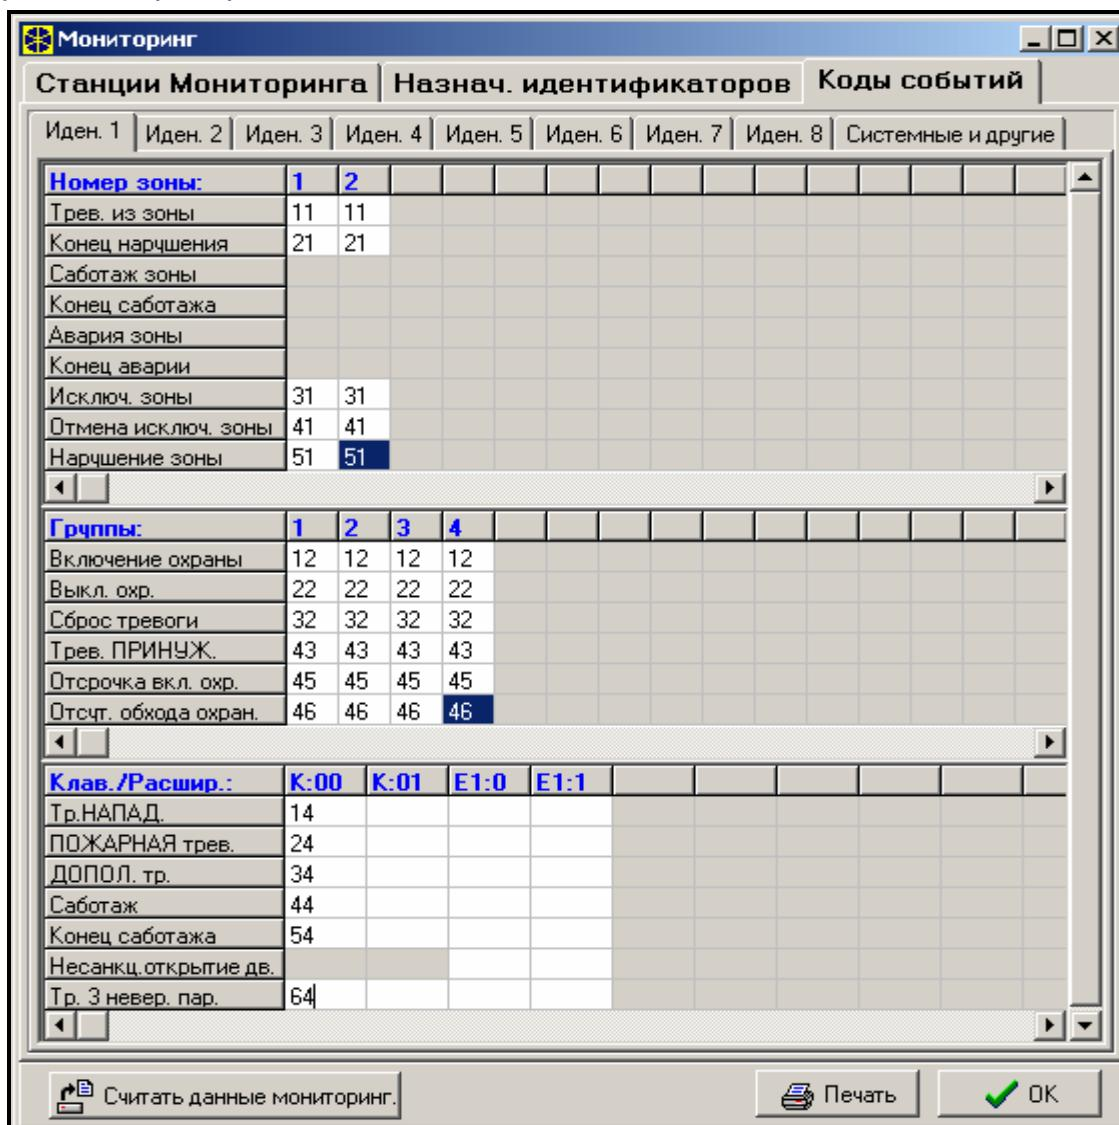

Рис. 18. Программирование кодов мониторинга для импульсных форматов.
Коды событий программируются после распределения. Программа DLOADX (и соответствующие сервисные функции) отображает все, назначенные данному идентификатору события, что упрощает процесс правильного программирования кодов (в окне событий идентификатора появляются поля под коды только тех событий, извещение о которых будет передаваться вместе с данным идентификатором - см. Рис. 18).
- Указанные на рис. 18 и 19 коды системных событий выбраны случайно и являются лишь примером. Коды программируются в соответствии с указаниями обслуживающего персонала станции мониторинга.